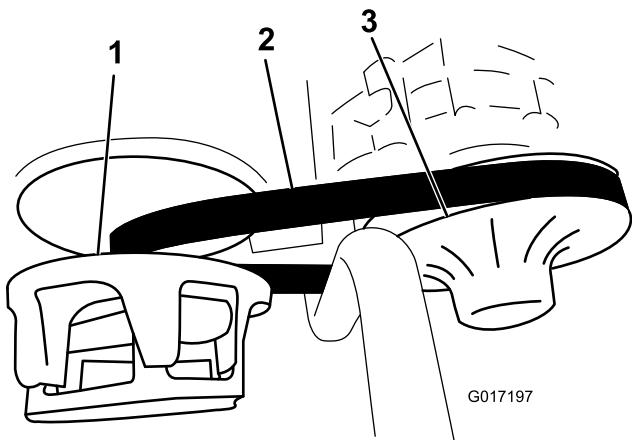

図 65
3. ベルト 図 65を手で回転させながら磨耗や破損がないかを点検する。
3. 2次クラッチを回しながら2次クラッチ部分でベルトを外す(図 65)。
4. 一次クラッチからベルトを外す(図 65)。
5. 新しいベルトを一次クラッチに掛ける 図 65。
6. 2次クラッチを回しながら2次クラッチ部分でベルトを外す(図 65)。